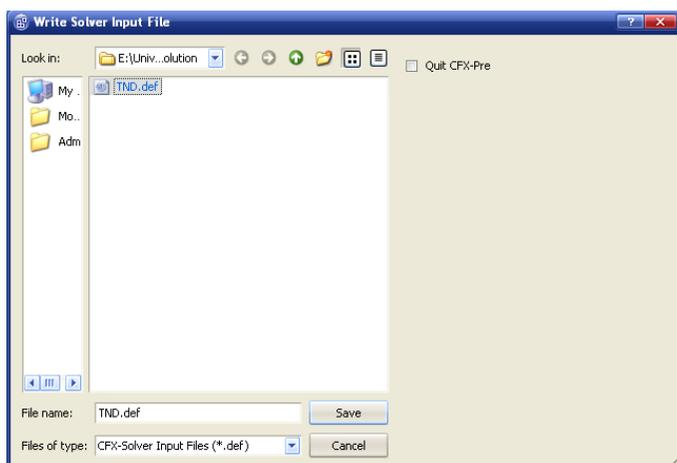

Рис. 5.13. Окно экспорта файла в решатель
- Нажать на иконку *Define Run*  на главной панели. В появившемся окне (рис. 5.13) в поле *File name* следует ввести